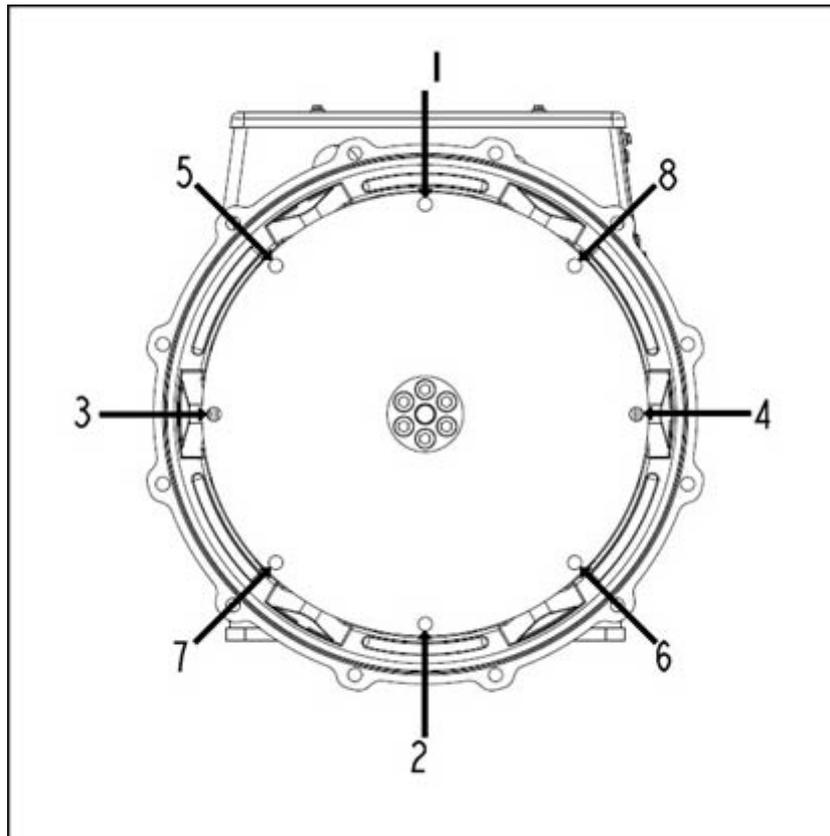

FIGURA 22. SEQUENZA DI FISSAGGIO AL VOLANO
- Serrare i bulloni che fissano il disco di accoppiamento al volano, nella sequenza indicata in Figura 22 a pagina 39.